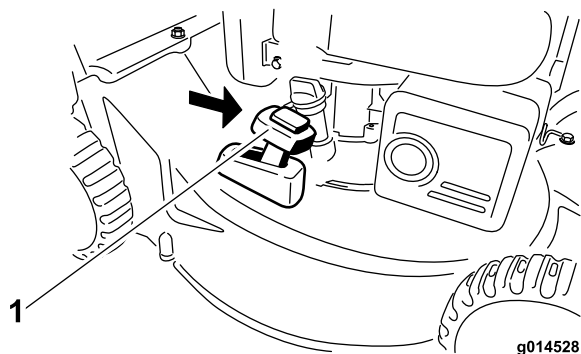

Figure 18
2. Montez le bac à herbe ; voir Retrait du bac à herbe (page 12) et amenez le levier de ramassage sur demande en position de **ramassage** (Figure 18).
**Remarque:** Si le bac à herbe est monté sur la machine, enlevez-le avant de procéder à l'éjection arrière de l'herbe coupée ; voir Retrait du bac à herbe (page 12). Le levier de ramassage sur demande doit être en position **ramassage** (Figure 18).